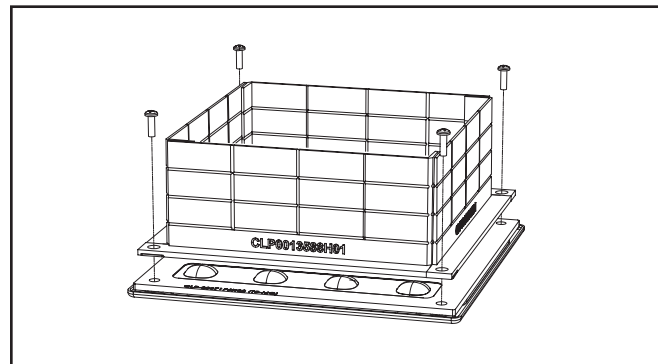

Figure 4.
15. Sujete el cuadrado de la luz y el escudo(s) con los tornillos proporcionados. (Fig. 4).